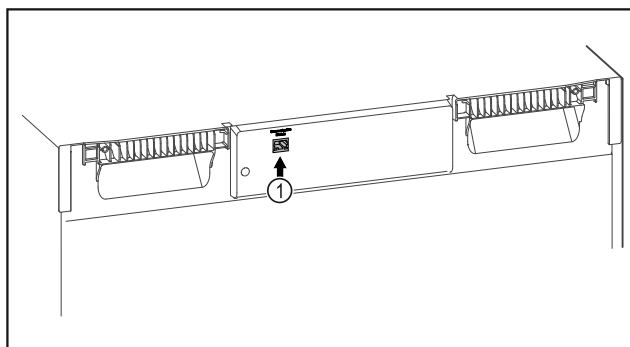

Fig. 129
- SmartModule Fig. 129 (1) inserito.